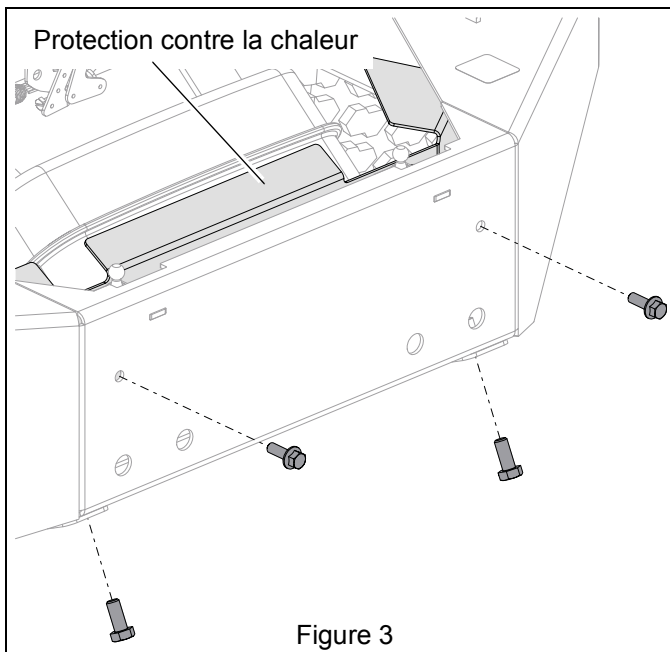

Figure 3
2. Retirer la visserie qui fixe la protection contre la chaleur, puis retirer la protection contre la chaleur. Voir la Figure 3.
5. Remettre en place la protection contre la chaleur et la fixer avec la visserie retirée auparavant. Voir la Figure 3.